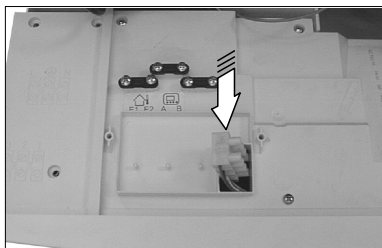

Fig. 1.2
- 2 Изъять кабельную проводку через указанное отверстие в Fig. 1.2.